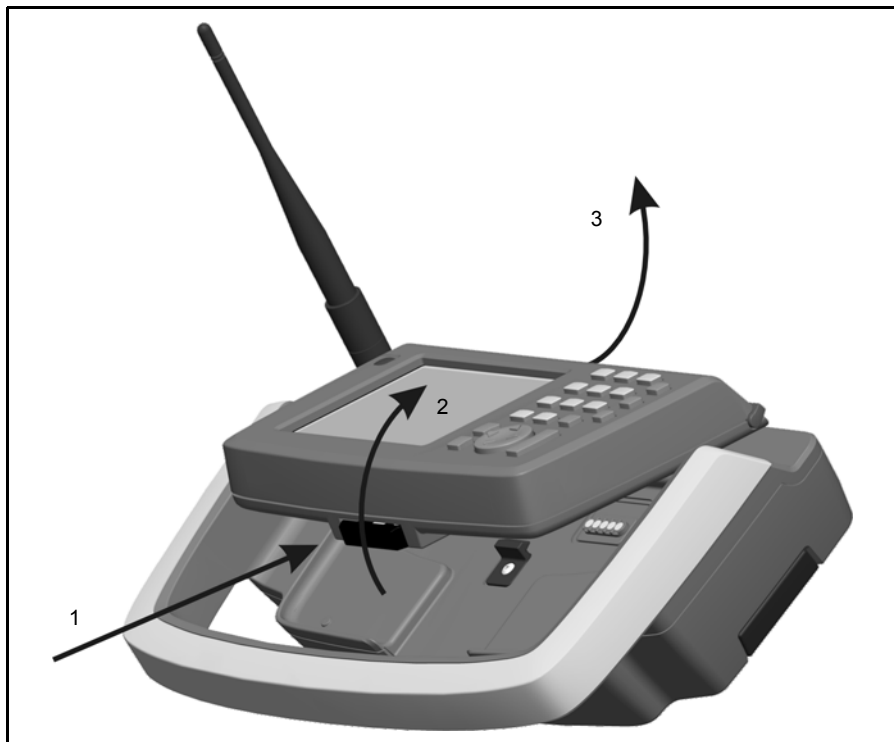

Рис. 7.69. Отсоединение контроллера Trimble CU от держателя Trimble Robotic
1. Нажмите кнопку фиксатора в нижней части контроллера Trimble CU (1) и извлеките нижнюю часть контроллера из держателя (2).
2. Снимите верхнюю часть контроллера Trimble CU с верхней кромки крепления контроллера и извлеките контроллер из держателя (3), рис. 7.69.